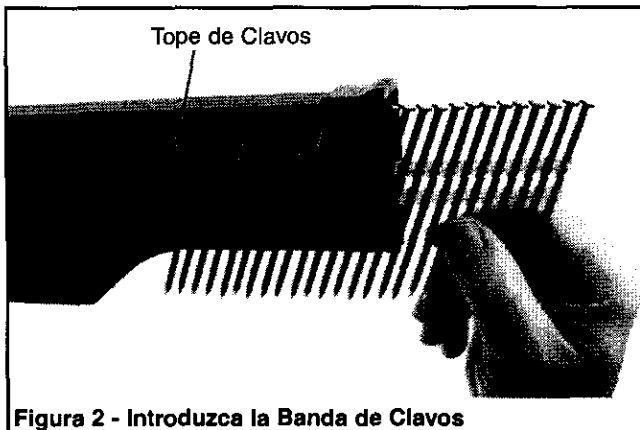

Figura 2 - Introduzca la Banda de Clavos
- Introduzca una o dos bandas de clavos en la ranura ubicada en el extremo del depósito. Alimente la(s) banda(s) más allá del tope de clavos (véase la Figura 2).